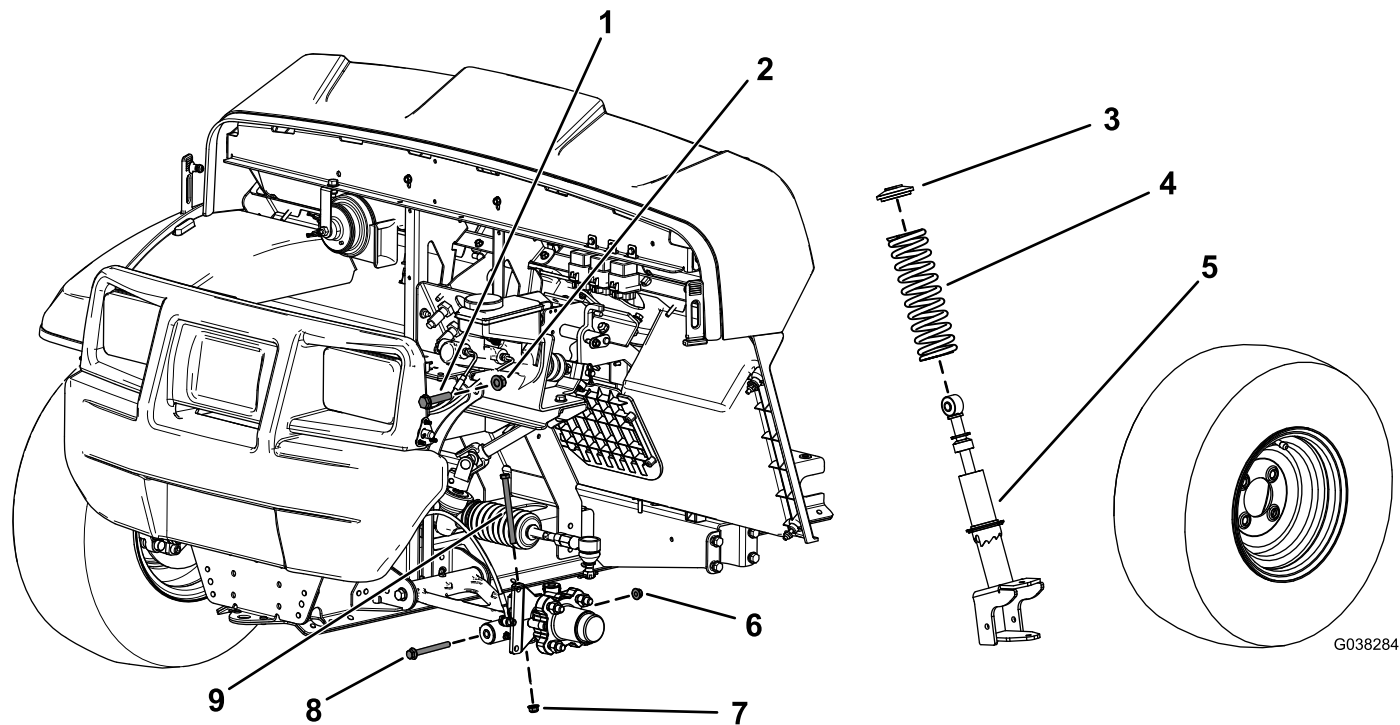

Рисунок 1
2. Снимите болт с шестигранной головкой (¾ x 4¾ дюйма) и фланцевую гайку (¾ дюйма) со шпинделя (Рисунок 1).
3. Снимите болт с шестигранной головкой (¾ x 3½ дюйма) и фланцевую гайку (¾ дюйма) с рычага управления (Рисунок 1).
4. Снимите болт с шестигранной головкой (½ x 2¼ дюйма) и контргайку (½ дюйма), которые крепят стойку в сборе к верхней раме (Рисунок 1).
5. Снимите стойку в сборе (Рисунок 1).
3. Снимите пружину со стойки в сборе (Рисунок 1).
4. Установите новую пружину на имеющуюся стойку в сборе (Рисунок 1).
2. Прикрепите верхнюю часть стойки в сборе к раме при помощи верхнего болта с шестигранной головкой ($\frac{1}{2}$ x $2\frac{1}{4}$ дюйма) и контргайки ($\frac{1}{2}$ дюйма), как показано на Рисунок 1.
4. Установите болт с шестигранной головкой ($\frac{3}{8}$ x $4\frac{3}{4}$ дюйма) и фланцевую гайку ($\frac{3}{8}$ дюйма) на шпindel (Рисунок 1).
6. Прикрепите нижнюю часть стойки в сборе к рычагу управления при помощи болта с шестигранной головкой ($\frac{3}{8}$ x $3\frac{1}{2}$ дюйма) и фланцевой гайки ($\frac{3}{8}$ дюйма), как показано на Рисунок 1.